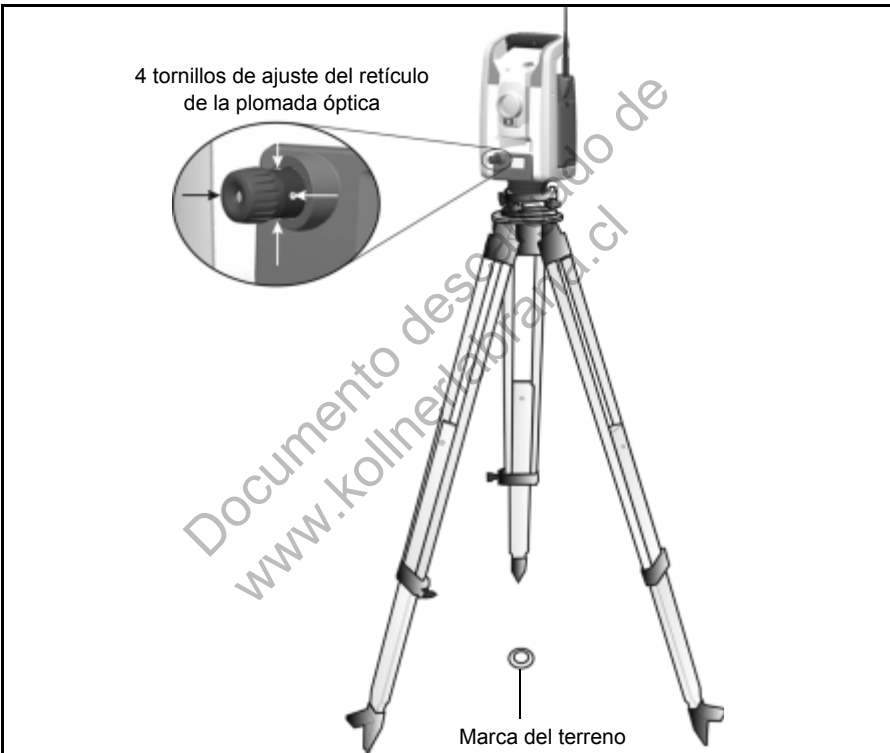

Figura 4.33 Ajuste de la plomada óptica
1. Establezca el instrumento y nivélelo sobre la marca del terreno. El trípode debe estar a 1,5 m ( $\pm 0,1$  m) de altura. Véase la Figura 4.33.